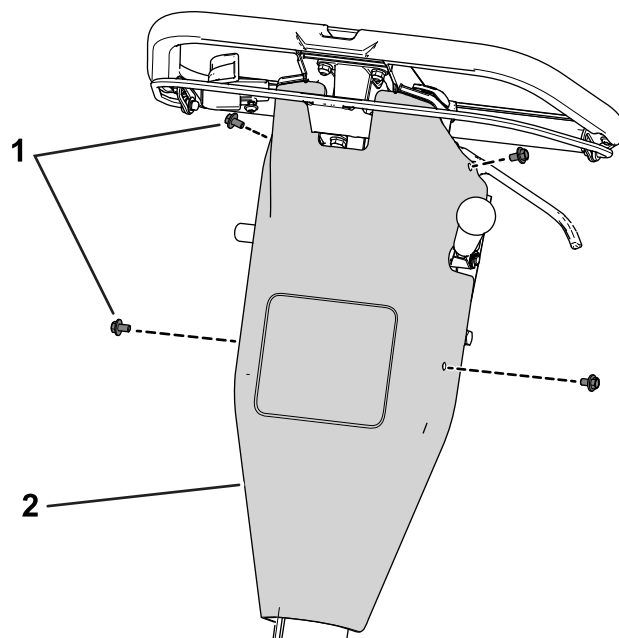

Figura 41
B. Rimuovete la copertura del quadro di comando togliendo le viti che fissano la copertura al pannello posteriore (Figura 41).